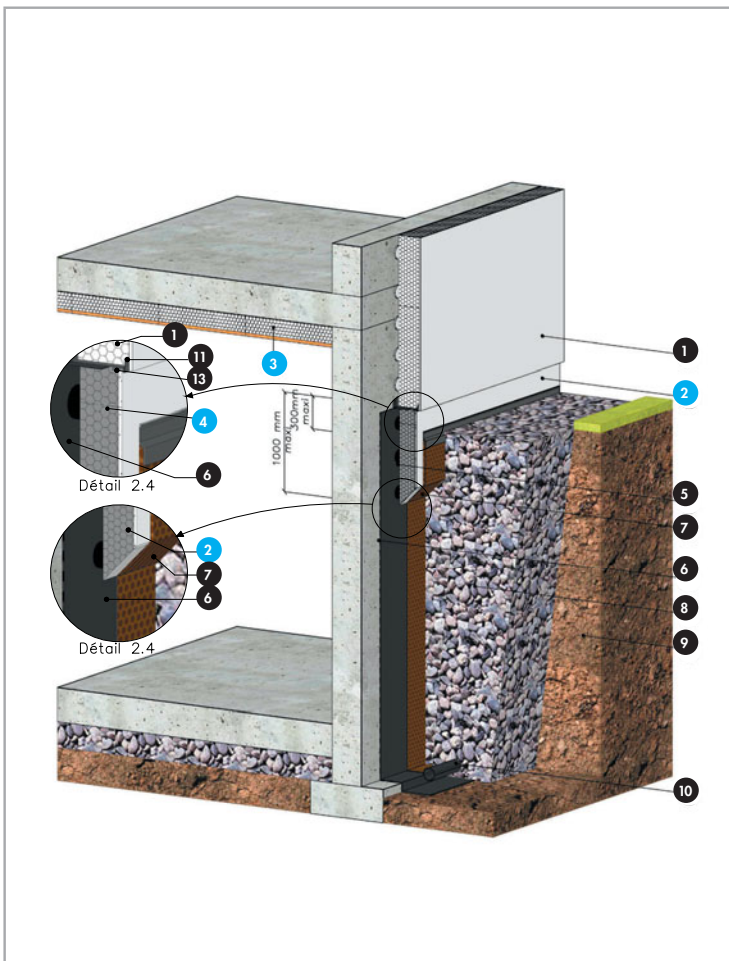

Figure 2
3. Exemple de mur enterré isolé sur fondation de Catégorie 2 avec ETICS et Knauf Périboard ULTRA+ (fig. 2)